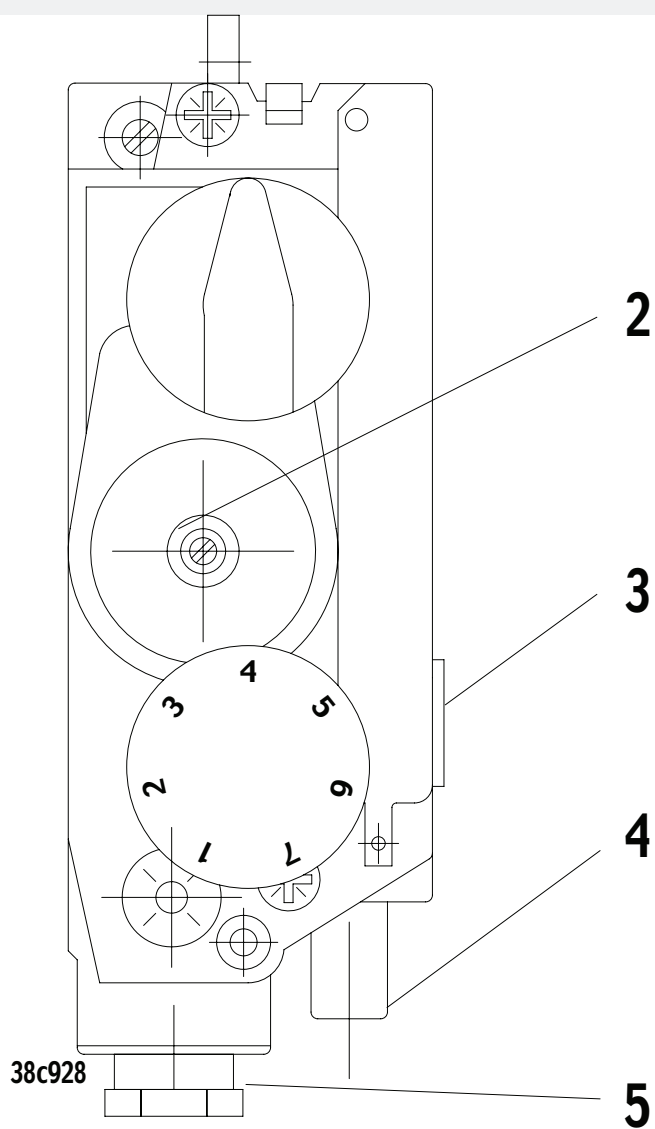

Fig. 15
3. Cabeça de injector de ajustamento de precisão (fig. 15, pág. 63) Remova a cabeça de injector de ajustamento de precisão (2) do lado direito do bloco de controlo de gás. Coloque a nova cabeça de injector de ajustamento de precisão, apertando-a bem.
4. Ajustamento da pressão do queimador (fig. 15, pág. 63)